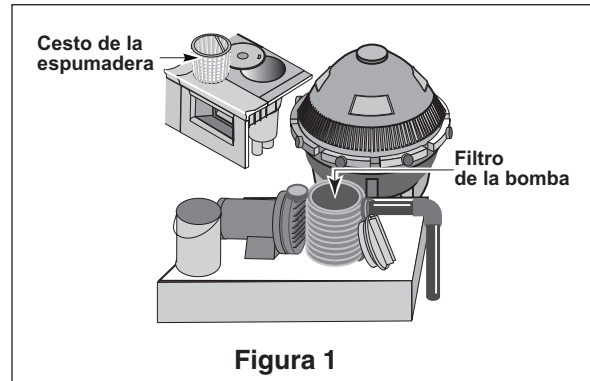

Figura 1
- Limpie el filtro y el filtro de la bomba (**Figura 1**)